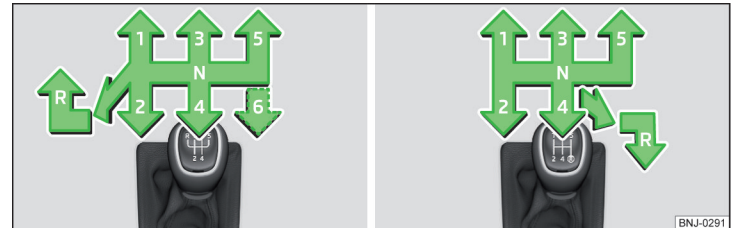

Abb. 214 **Schaltschema: Variante 1 (5-Gang- / 6-Gang-Getriebe) / Variante 2 (5-Gang-Getriebe mit dem 1,0 l MPI Motor)**
Auf dem Schalthebel ist das Schaltschema für die einzelnen Gangstellungen dargestellt » Abb. 214.
- › Den Schalthebel nach unten drücken, völlig nach links und dann nach vorn in **R**-Stellung stellen » Abb. 214.